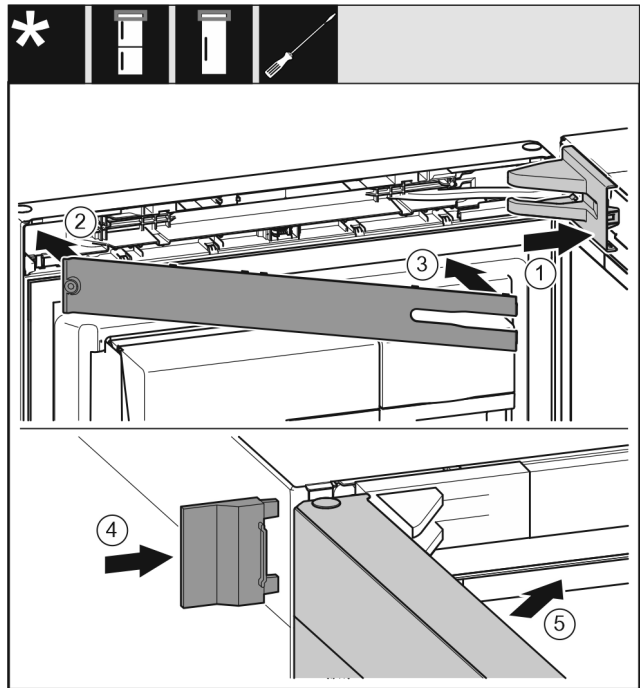

Fig. 32
- ▶ Mettre en place le cache du support de palier Fig. 32 (1) et l'enclencher. Au besoin, l'écarter avec précaution.
- ▶ Poser le cache Fig. 32 (2).
- ▶ Faire pivoter le cache Fig. 32 (3) et l'enclencher.
- ▶ Insérer le cache extérieur Fig. 32 (4).
- ▶ Fermer la porte supérieure Fig. 32 (5).